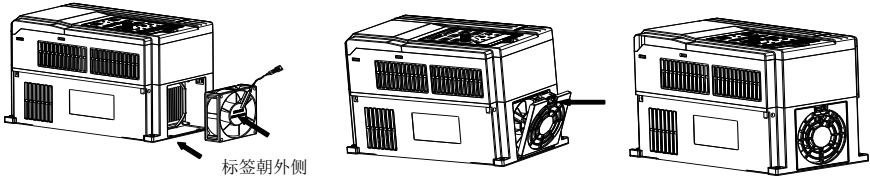

图 8-2 (a) 安装风扇引线图
1. 如图 8-2 (a) 所示手指向内侧下压风扇引线端子弹性卡扣, 同时稍用力垂直插入引线端子, 然后将风扇垂直放入风扇槽内。
2. 如图 8-2 (b)、(c) 所示将风扇罩一端斜插入装配孔内, 另一端扣入到位即可。